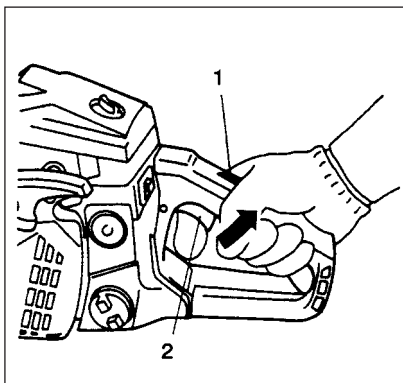

Fig. 2-4B
- Når du hører, at motoren ønsker at starte, træk gashåndtagets udløser (4), mens du holder sikkerhedsudløseren (2) nede. Det vil frigive gashåndtaget fra startposition til kørselsposition og sætte chokerknoppen til kørselsposition automatisk (Fig. 2-4B).